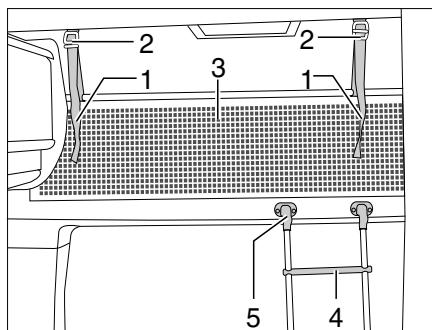

Bild 155 Alkovsäng
Stegen För att komma upp i alkovsängen ska man alltid använda den medföljande stegen (Bild 155,4).
Haka fast: ■ Haka fast stegen med krokarna (Bild 155,5) på alkovramen.
Skyddsnetet (Bild 155,3) är standard. Det ligger mellan madrassen och ribbotten. Skyddsnetet ska först monteras när personerna som ska sova där befinner sig i alkoven.
- Haka fast fästbanden (Bild 155,1) i hållarna i taket (Bild 155,2).
Hänga upp: ■ Haka fast fästbanden (Bild 155,1) i hållarna i taket (Bild 155,2).